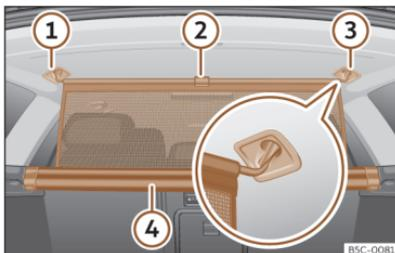

Abb. 181 Im Kofferraum: Trennwandnetz einhaken.
- Ziehen Sie die Lasche >>> (Abb. 181) ② nach oben, um das Netz aus dem Einsatz ④ zu nehmen.
- Hängen Sie das Trennnetz an der rechten oder linken Seite ③ (vergrößerte Darstellung) ein.
- Hängen Sie das Trennnetz an der Aufnahme der anderen Seite ① ein, indem Sie an der Stange ziehen.